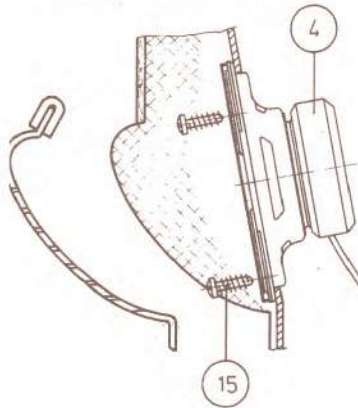

Fig. 4
- e) Lautsprecher nach Fig. 4 montieren.
- e) Mount speaker according to fig. 4.